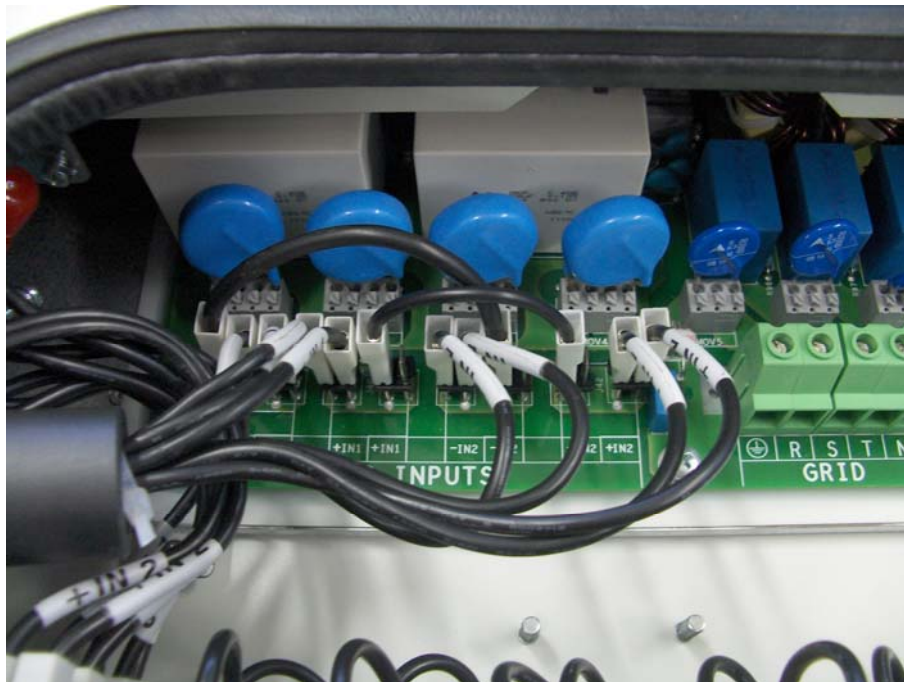
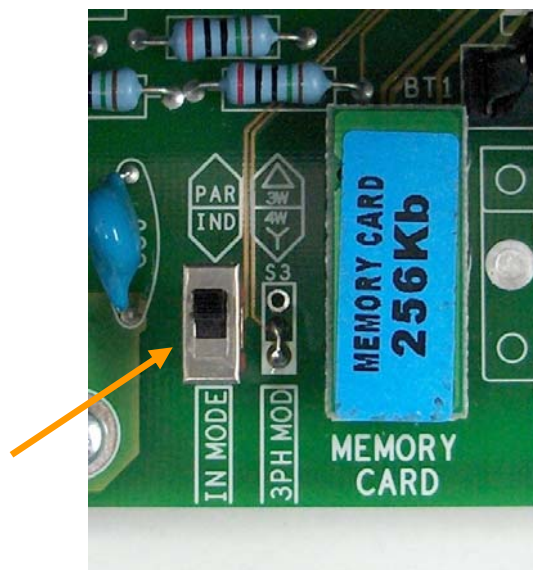

Fig.14 Collegamento/configurazione dei due canali in parallelo
Fig.15 Collegamento/configurazione dei due canali in parallelo
**ATTENZIONE:** Se, invece, la potenza fornita dall'array o la capacità di corrente superano la capacità massima di una sezione di ingresso dell'inverter occorre mettere in parallelo le due sezioni cablando due ponticelli tra i terminali della morsettiera a cui si accede rimuovendo il coperchio, come descritto al par. 3.7. I cavetti per realizzare i ponticelli, di sezione  $6\text{mm}^2$  (AWG10) devono essere collegati rispettivamente tra i morsetti  $-IN1$  e  $-IN2$  per il negativo, e tra i morsetti  $+IN1$  e  $+IN2$  per il positivo, come illustrato nella Fig.14. E' inoltre necessario configurare l'inverter per potere lavorare con due sezioni cablate in parallelo (una stringa), posizionando l'interruttore indicato in fig. 15 in posizione "PAR"